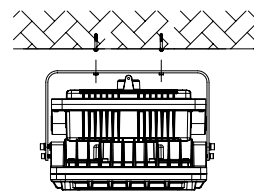

Fig. 3
3. The holes on the support should be aligned with the expansion screws (Figure 3).
3. Les trous du support doivent être alignés avec les vis d'expansion (figure 3).